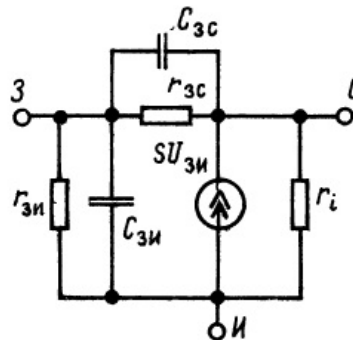

Рис. 9.6. Эквивалентная схеме полевого транзистора.
2. Эквивалентная схема полевого транзистора показана на рис. 9.6.